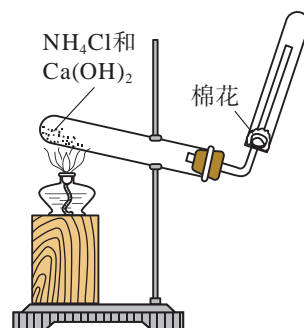

图 7-11 实验室制备 $\text{NH}_3$ 的反应装置
1. 铵盐可以用于实验室制取氨气,实验装置如图7-11所示。